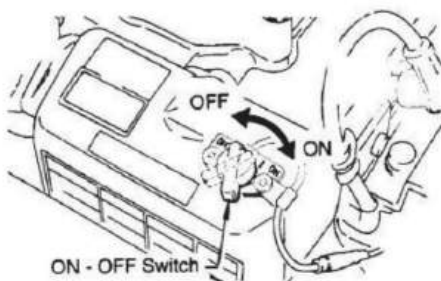

Fig. 6
2. Placez l'interrupteur marche/arrêt du moteur (Fig 6) sur la position ON (démarrage)
mettre l'interrupteur en position « STOP » (Figure 6) jusqu'à ce que le moteur soit complètement arrêté.